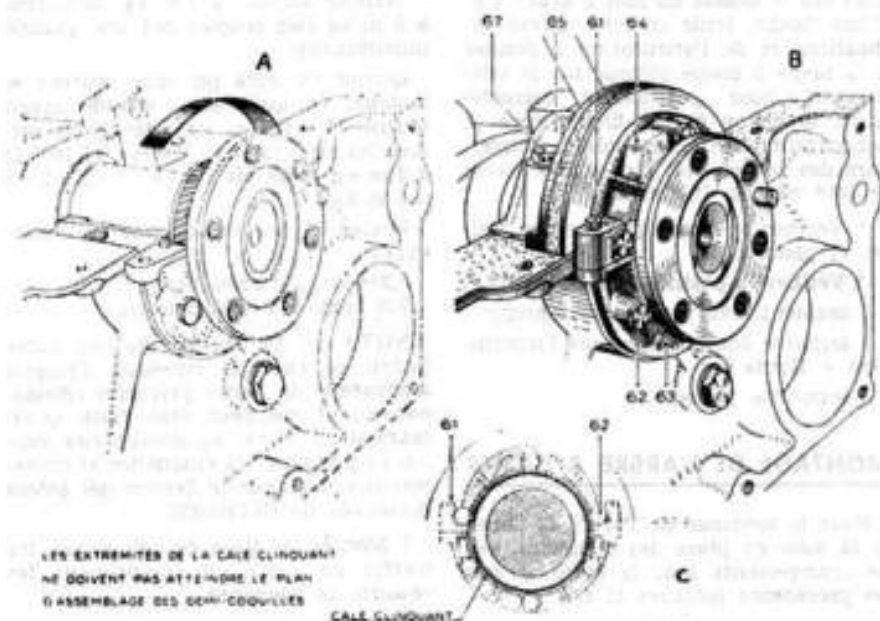

Fig. 6. — Montage des coquilles d'étanchéité.
* Découper, dans du clinquant de 0,10 mm, une cale d'une longueur de 200 mm, et d'une largeur de 10 mm. (fig. 6 A)
* Monter la demi-coquille supérieure (63) sur le cylindre carter et la demi-coquille inférieure (64) sur le chapeau de palier (65), en intercalant un joint papier enduit d'« Hermétic » (fig. 6 B).
* Placer la cale clinquant précédemment préparée autour de la turbine sur le vilebrequin, comme indiqué sur la figure 6 c.
* Monter le chapeau de palier (65), visser et serrer les deux vis d'assemblage (61) des demi-coquilles. Serrer les deux vis (67) fixant le chapeau de palier (65). (Les vis ordinaires doivent être serrées de 7,5 à 8,5 m/kg et les vis à embase à 10 m/kg).